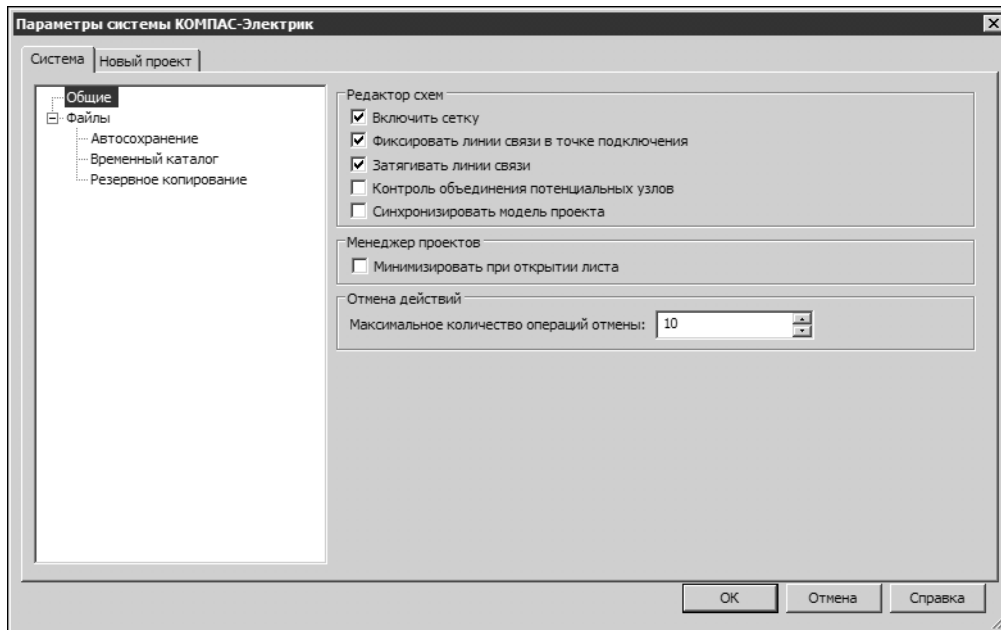

Рис. 5.1. Диалог настроек системы КОМПАС-Электрик
Все настройки выполняются в диалоге **Параметры системы КОМПАС-Электрик** (рис. 5.1).
Настройки параметров системы выполняются во вкладке **Система** диалога **Параметры системы КОМПАС-Электрик** (рис. 5.1).
- ▼ При выборе настройки **Общие** (рис. 5.1), в правой части вкладки появляются элементы управления, которые позволяют выполнить настройку при работе с Редактором схем и отчетов и Менеджером проектов. Описание элементов управления настройки приведено в табл. 5.1.